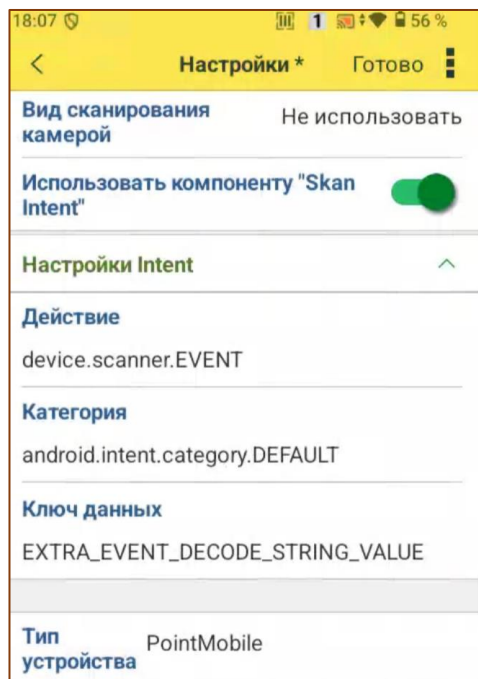

Рис. 5.19 – Компонента Scan Intent
**4. Компонента «SkanIntent».** Позволяет реализовать поддержку сканирования на любом устройстве Android. Всего есть три параметра: «Действие», «Категория» и «Ключ данных». Значения этих настроек можно найти в приложении настроек сканера конкретного устройства. Также параметры могут быть установлены по умолчанию при выборе или смене типа устройства. Настройки скрываются, если настройка использования компоненты выключена (Рис. 5.19).